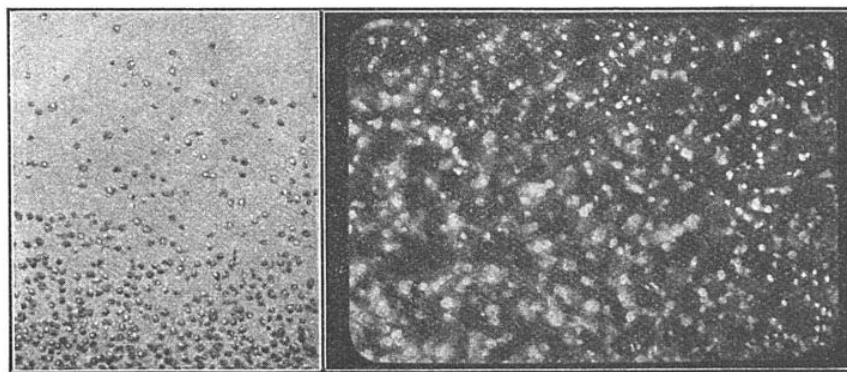

FIG. 4 ET 5. — LE MOUVEMENT BROWNIEN
Le botaniste anglais Robert Brown (1773-1858) découvrit, en 1827, que des granules microscopiques, en suspension dans un liquide, s'agitent d'une manière incohérente et parfaitement désordonnée. Ce mystérieux grouillement reçut le nom de « mouvement brownien », encore que Brown ne soit pas parvenu à en comprendre la raison. C'est le grand physicien français Georges Gouy (1854-1926) qui démontra, dès 1888, qu'il fallait en chercher l'origine dans les *chocs non compensés* des molécules du liquide contre la parcelle immergée. Entre les mains de Jean Perrin (1), le mouvement brownien forma la première preuve tangible de la réalité moléculaire. A New York, un film microcinématographique projette le mouvement brownien de granules diverses et montre également la répartition en hauteur (fig. 4 et 5) de ces granules, en conséquence de l'équilibre statistique, qui s'établit entre l'agitation thermique et la pesanteur.